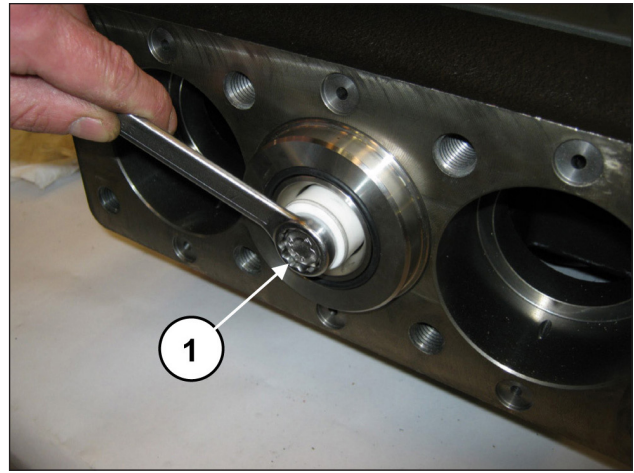

Fig. 172
Providencie a desmontagem dos pistões, soltando os parafusos de fixação (pos. ①, Fig. 172).